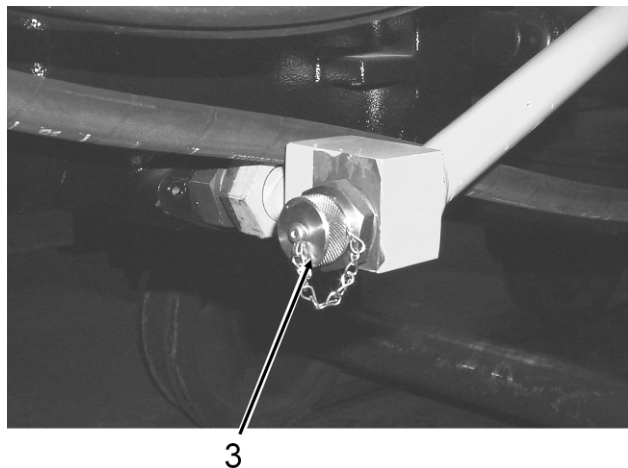

Рис. 5.42. Сливной клапан коробки передач
3. Свинтить защитную, колпачковую гайку со сливного клапана (3, Рис. 5.42), который встроен в нижнюю часть маслозаливной трубы. При этом масло в коробке передач должно быть еще теплым.